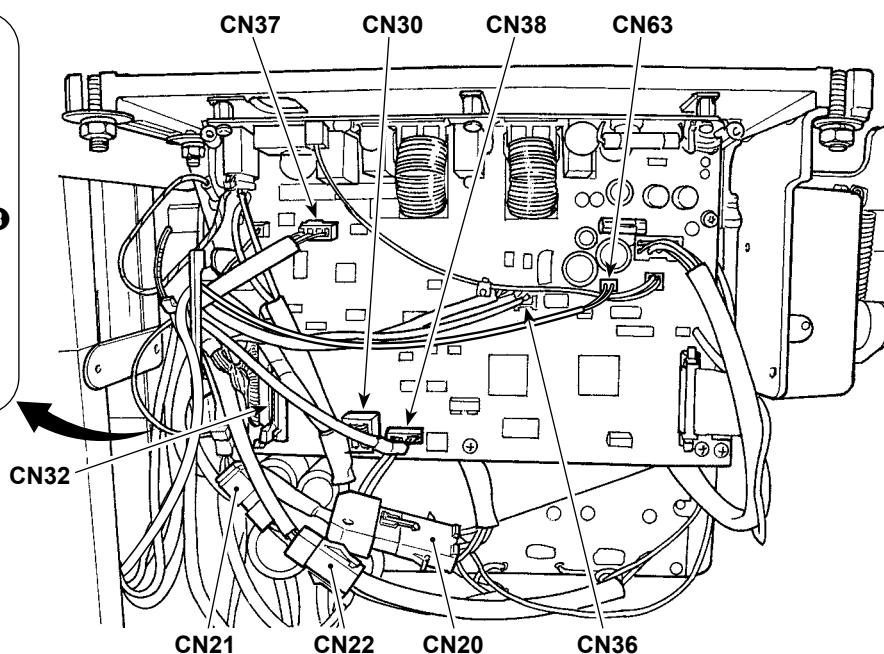

Fig. 1
- 1) Allentare le quattro viti di fissaggio ② del coperchio ① della centralina di controllo. Rimuovere il coperchio ① della centralina di controllo.
- 2) Collegare i cavi ai rispettivi connettori sulla scheda a circuito stampato CTL e sulla scheda a circuito stampato PWR. (Fig. 1)
**Fissare saldamente i cavi da collegare al CN20, CN21 e CN22 con il fermacavo ③.**